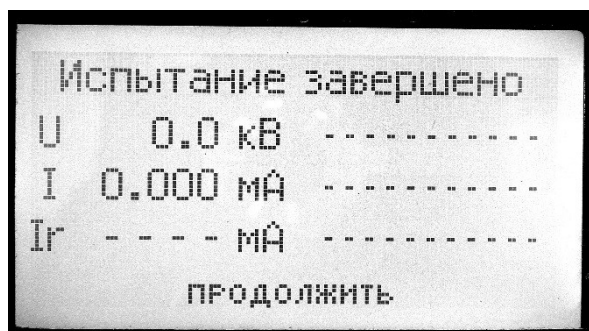

Рис. 8.5.
8.2.8. После проведения испытания на дисплее будут зафиксированы последние числовые значения тока и напряжения, приложенного к объекту испытания (рис.8.5). Для повторного проведения испытаний следует нажать на блоке управления кнопку «▼», расположенную под надписью на экране «продолжить», либо «ВЫКЛ.» после чего блок управления возвратится в главное меню.